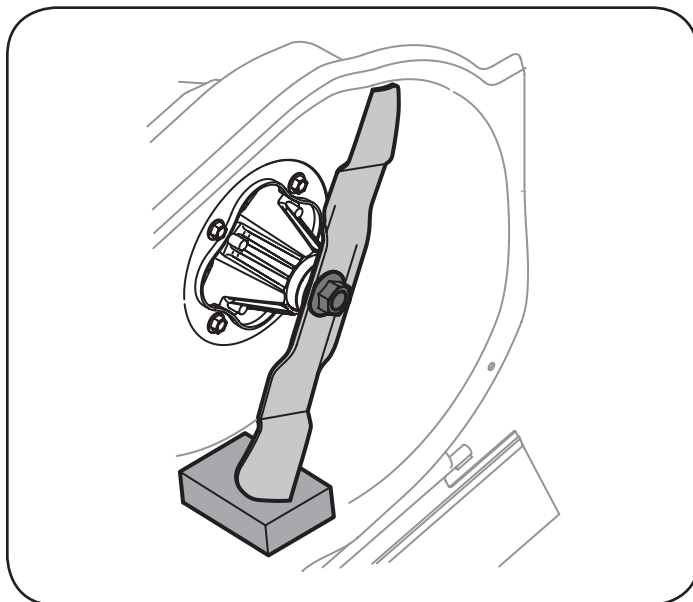

Figura 14
3. Coloque un bloque de madera entre el deflector del alojamiento central de la plataforma y la cuchilla de corte para evitar que la cuchilla gire cuando se afloje la tuerca de brida hexagonal de la cuchilla. Vea la Figura 14.